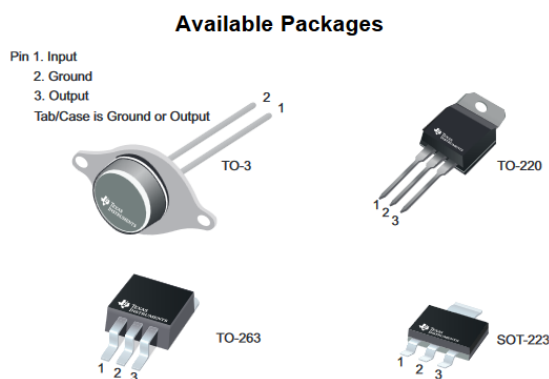

Figura 3.7: Pinagem dos CI's da família 78XX
Esses circuitos integrados estão disponíveis em diversos encapsulamentos sendo o mais comum o TO-220 para 1 A. Outros encapsulamentos possibilitam correntes maiores ou menores. A figura 3.7 mostra os tipos de encapsulamento para o CI 78XX. A entrada (IN) é o pino 1, o pino 2 é o terra (GND) e a saída é no pino 3 (OUT). Para a família 7900 (saída negativa) o pino 1 é terra, o pino 2 é entrada e o pino 3 saída, cuidado portanto ao usar os